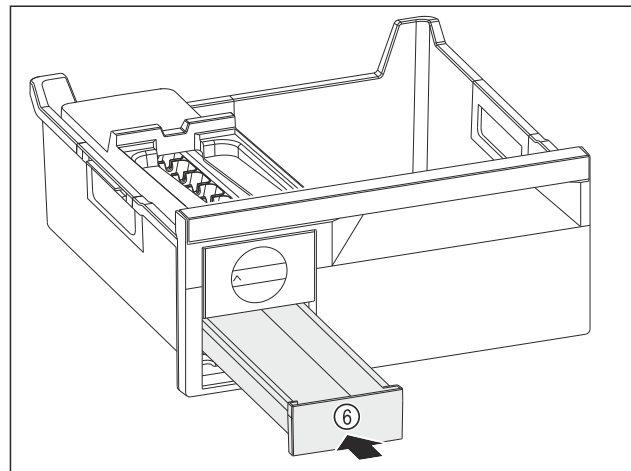

Fig. 168
- ▶ Eiswürfelschubfach Fig. 168 (6) einschieben.